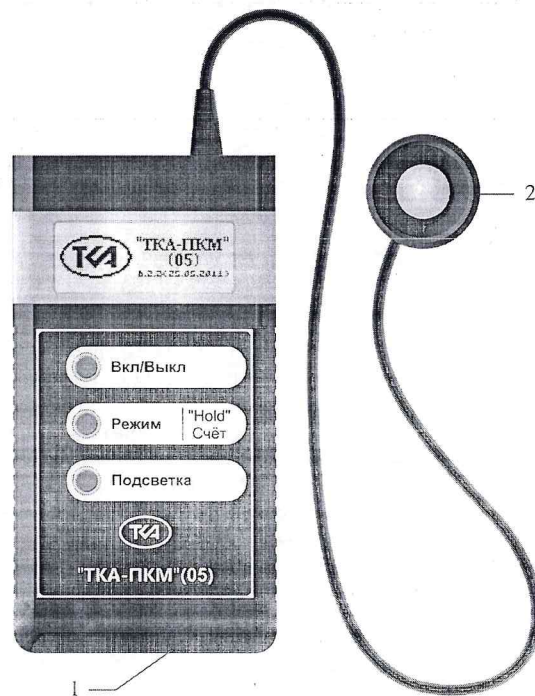

Рис.1 – Внешний вид прибора “ТКА-ПКМ”(05)
5.1 Приборы комбинированные выпускаются в компактном портативном исполнении. Конструктивно прибор состоит из двух функциональных блоков: фотометрической головки и блока обработки сигнала, связанных между собой гибким многожильным кабелем (Рис.1).